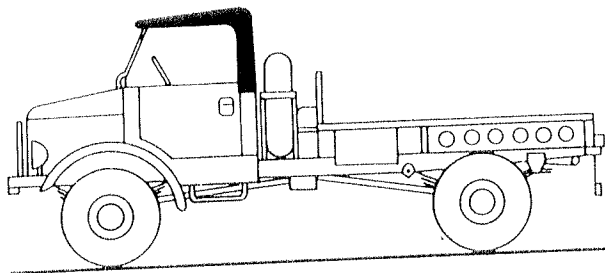

Abb. 11
2. Fahrerraumplane an der Windschutzscheibe ankleben und nach hinten über den Rückwandspiegel entrollen. (Abb. 11)